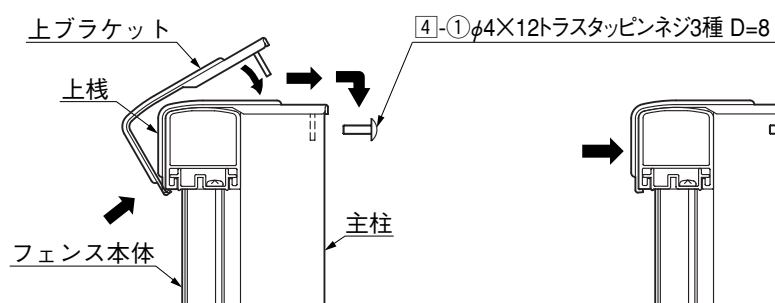

図3-5
- ❷ 上ブラケットは上栈の端に引っかけた後、主柱側に引きよせて主柱にかぶせ、上ブラケットの止め孔と主柱の止め孔をあわせて④-①を仮止めしてください。(図3-5参照)